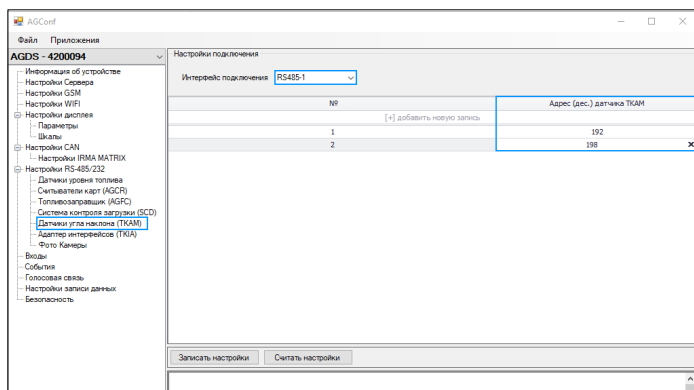

Рис.103. Настройка подключения датчиков угла наклона.
- после ввода адресов подключаемых датчиков сохраните настройки в дисплей, нажав кнопку «Записать настройки» (**Рис.103**).